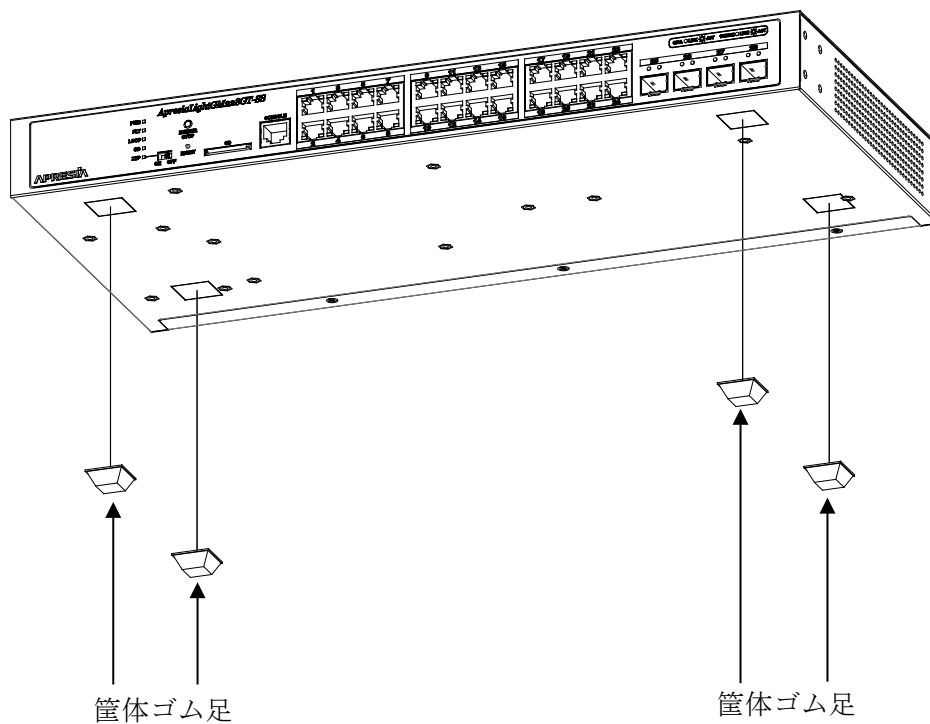

図 3-16 筐体ゴム足の取り付け方法
- (1) 筐体ゴム足の剥離紙をはがします。
- (2) 装置底面の四角い凹み部(4ヶ所)にゴム足を貼り付けます。(図 3-16 参照)